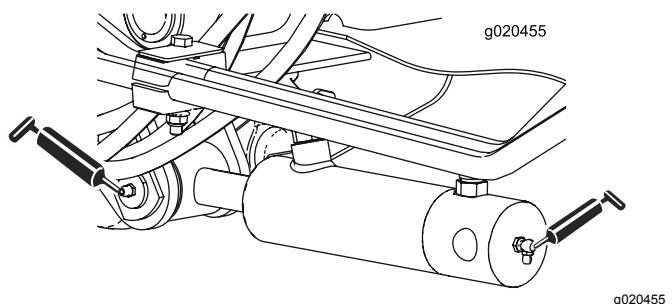

Figura 67
- Boccole (2 cad.) del cilindro di sollevamento (Figura 67).